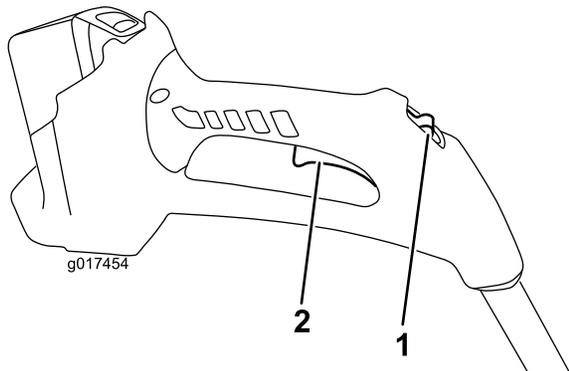

Figura 8
4. Para arrancar la desbrozadora, deslice el interruptor de bloqueo hacia atrás a la posición de Encendido, y apriete el gatillo (Figura 8).